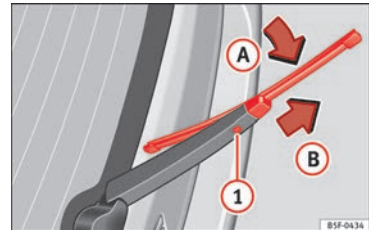

Abb. 82 Scheibenwischerblatt der Heckscheibe auswechseln.
- Wischerblatt leicht drehen » Abb. 82 (Pfeil A).
- Die Entriegelungstaste ① gedrückt halten und gleichzeitig das Scheibenwischerblatt in Pfeilrichtung B abziehen.
- Neues Heckscheibenwischerblatt **gleicher Länge und Ausführung** auf den Scheibenwischerarm entgegen der Pfeilrichtung B schieben, bis der Mechanismus ① einrastet.